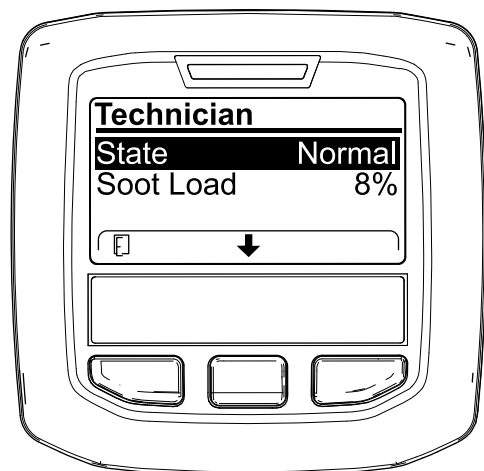

Figura 45
- Utilice la tabla de funcionamiento de DPF para comprender el estado actual del funcionamiento del DPF (Figura 45).